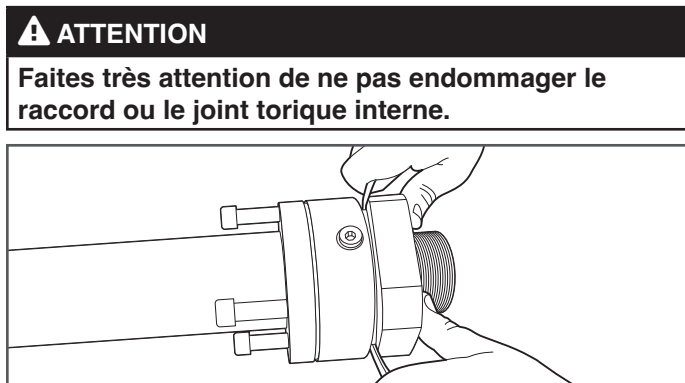

Figure 8-2
2. Retirez l'adaptateur avant du raccord à l'aide d'un tournevis plat ou d'un levier plat (Figure 8-2).